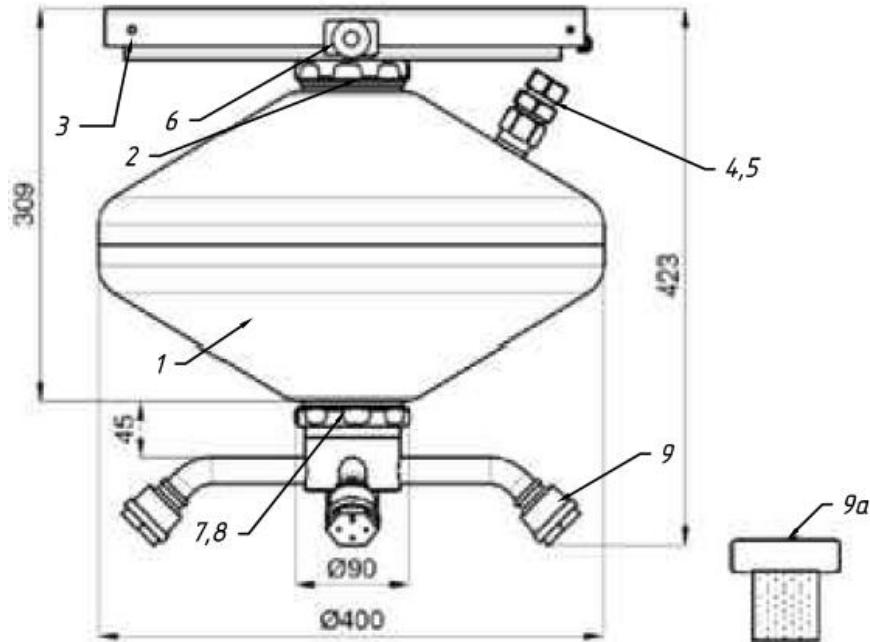

Рис. 1
3.1 Общий вид модуля\* «ТРВ-Гарант»(вз) - 14,5-11 газогенераторного типа, с комбинированным насадком-распылителем представлен на рис.1